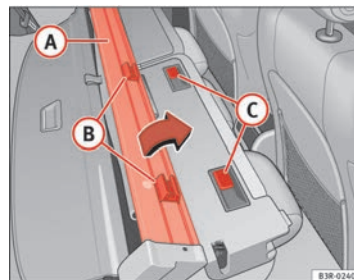

Fig. 123 Montar la cubierta del maletero / red de separación
- Coloque la red de separación **A** en el respaldo de modo que los soportes **B** se encuentren por delante de las guías **C** ⇒ fig. 123.